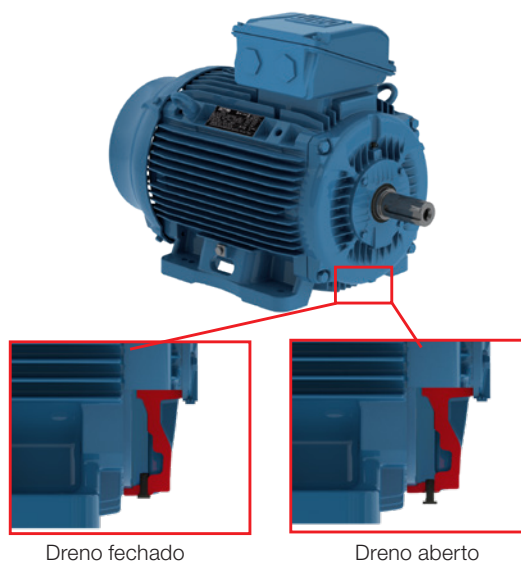

Figura 31 - Detalhe do dreno de borracha montado na posição fechada e aberto.
1. Resistência de isolamento: deve estar dentro dos valores aceitáveis (ver item 5.4).
2. Mancais: Caso o motor seja instalado e não entre em operação imediatamente, proceder com as orientações do item 5.3.
5. Ventilação: as aletas, a entrada e a saída de ar devem estar limpas e desobstruídas. A distância de instalação recomendada entre as entradas de ar do motor e a parede não deve ser inferior a ¼ (um quarto) do diâmetro da entrada de ar. Deve-se assegurar espaço suficiente para realização de serviços de limpeza (ver item 7).
6. Acoplamento: remover o dispositivo de travamento do eixo (caso exista) e a graxa de proteção contra corrosão da ponta do eixo, incluindo a região da escova de aterramento, e do flange somente pouco antes de instalar o motor (ver item 6.4).
7. Dreno: devem sempre estar posicionados de forma que a drenagem seja facilitada (no ponto mais baixo do motor. Caso exista uma seta indicativa no corpo do dreno, o dreno deve ser montado para que a seta aponte para baixo). Motores com bujões de dreno de borracha, drenos roscados e demais drenos do tipo abre/fecha saem de fábrica na posição fechada e devem ser abertos periodicamente para permitir a saída da água condensada. Para ambientes com elevada condensação de água e motores com grau de proteção IP55, os drenos podem ser montados na posição aberta (ver Figura 31). Para motores com grau de proteção IP56, IP65 ou IP66, os drenos devem permanecer na posição fechada (ver Figura 31), sendo abertos apenas durante a manutenção do motor. Motores com lubrificação do tipo *Oil Mist* devem ter seus drenos conectados a um sistema de coleta específico (ver Figura 43).